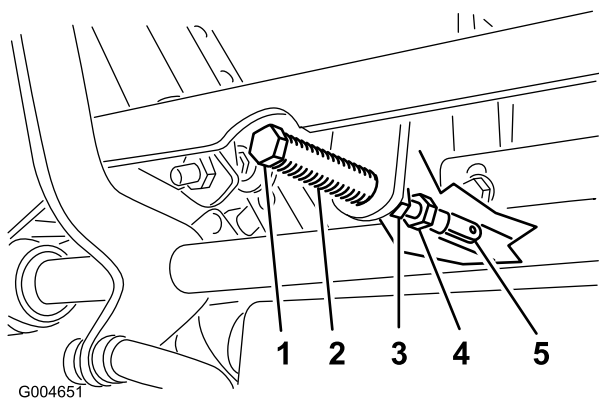

図 61
5. クレビス・ピン (ピボット・シャフトの上のアームについている) がスロットの端部に接触する (スプリングに圧力が掛かり始める位置) まで、レバーを手前に引く (図 61)。
7. 調整が必要な場合は、ジャム・ナットをゆるめて調整ナットをヨーク側に移動できるようにする(図 61)。
8. コントロール・レバーを軽く手前（後退側）に引きながら、調整ボルトを回して、コントロール・レバーがちょうどニュートラル固定位置にくるように調整する(図 61)。
9. ナットとジャム・ナット（図 61）を締め付ける。
9. ボール・ジョイント部でジャム・ナット（図 61）を締めつける。